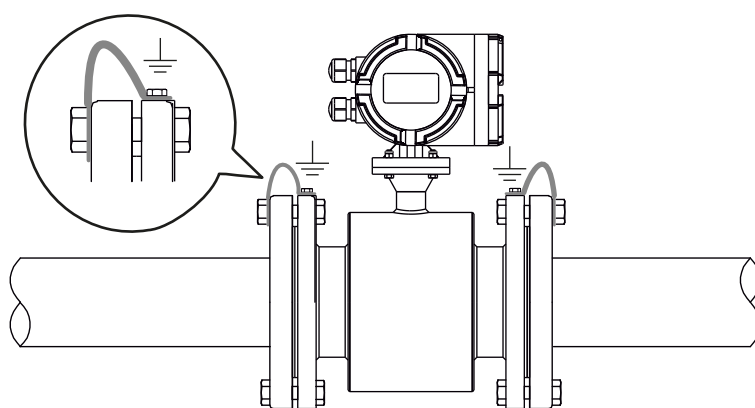

Fig.18A Equipotenzialità del sensore
- a) Nei tubi conduttivi, lo strumento è reso equipotenziale tramite la connessione tra il sensore e la tubazione contigua. Le viti di connessione delle flange non possono essere usate come connessione per l'equipotenzialità del sistema, ma si deve usare un cavo come mostrato in **Fig.18A**.